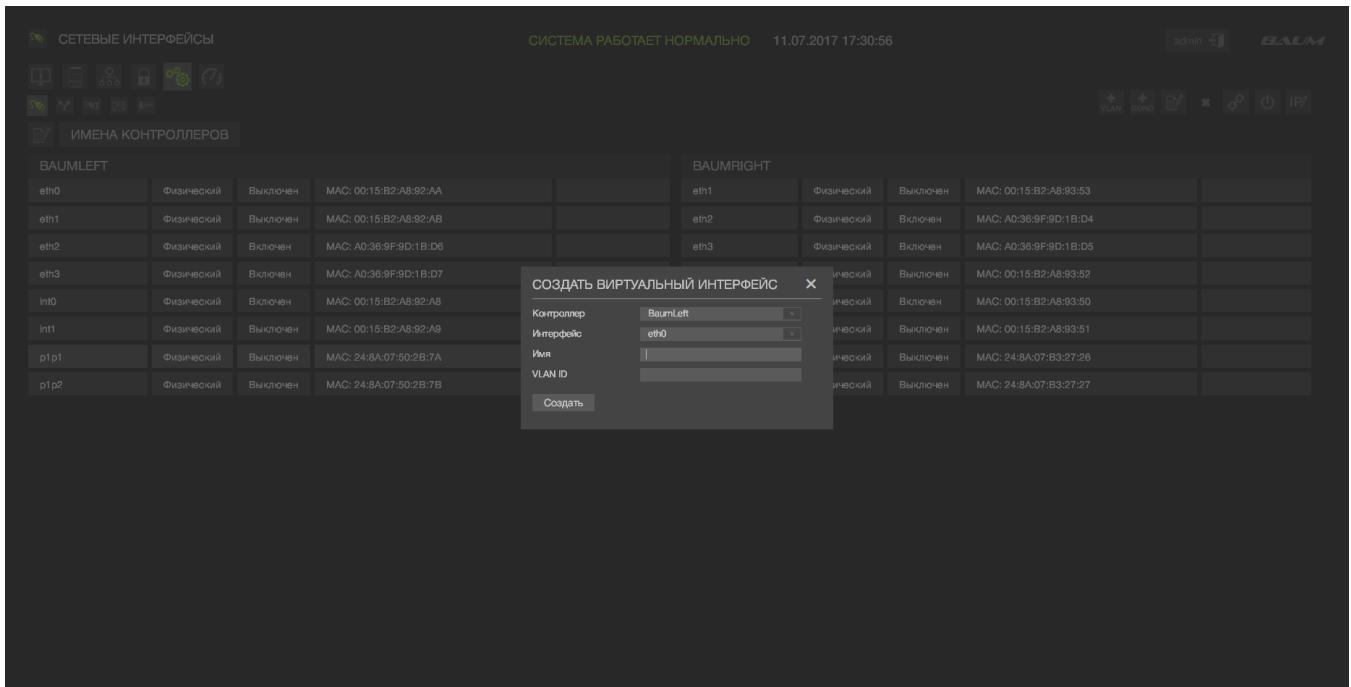

Рисунок 18 – Создание виртуального интерфейса
- 1) Перейти на вкладку «Настройки» → «Сетевые настройки» . (см. Рисунок 18).